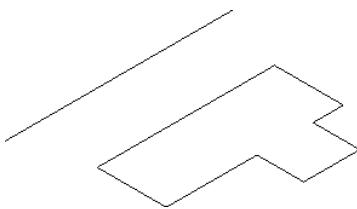

图 6-26 旋转实例
① 在“文件”工具栏中单击“打开文件”按钮 ，打开光盘中“第 06 章\原始图形\6.2.2 旋转曲面.MCX-7”，如图 6-26 所示。